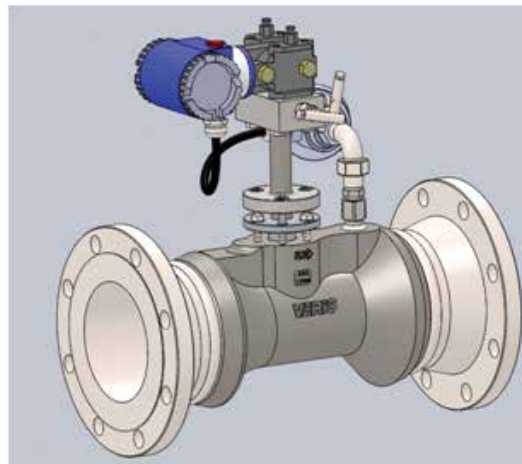

Abbildung 7. Ausrichtung der RTD-Baugruppe
- Führen Sie die RTD-Drähte vorsichtig durch das Kniestück. Tragen Sie dasselbe Gewindedichtmittel auf das Kniestückgewinde auf, und schrauben Sie die Rohrverschraubung auf. Wenn nötig, lösen Sie die Rohrverschraubung, und positionieren Sie das Kniestück, so dass es auf eine Seite des Gehäuses weist (Abbildung 7). Ziehen Sie dann die Rohrverschraubung wieder fest.
- Drücken Sie die RTD-Drähte in den Anschlusskasten, und schrauben Sie den Kasten auf das Kniestück (Ausrichtung wie in Abbildung 7).